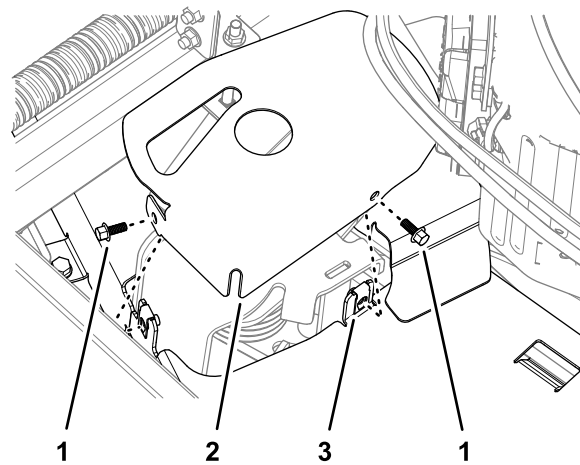

**Figure 44**
3. Fixez les brides du protège-courroie à l'aide de la vis à embase (Figure 44) que vous avez